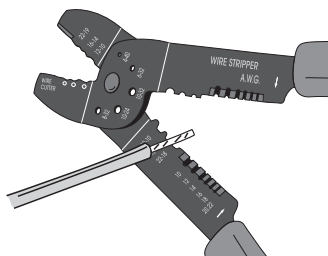

figure 5
1. Dénuder les fils sur une longueur de 0,5 cm ($\frac{1}{2}$ ") (**figure 5**),